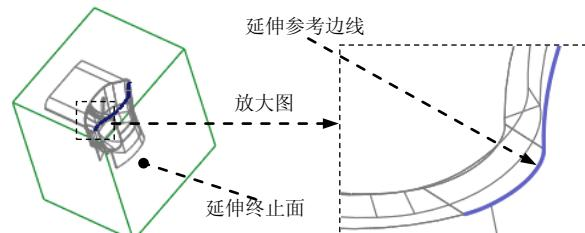
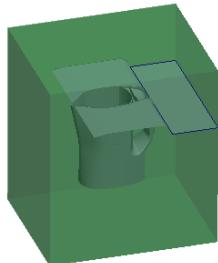

图 17.14 延伸参考边线
图 17.15 延伸曲面 3
- (1) 选取图 17.14 所示的复制曲面的边线。
- (2) 单击 **分型面** 功能选项卡 **编辑** ▾ 区域的 **延伸** 按钮，此时出现 **曲面延伸：曲面延伸** 操控板。
- (3) 选取延伸的终止面。在操控板中按下 按钮，选取图 17.14 所示的坯料表面为延伸的终止面。
- (4) 单击 按钮，完成延伸曲面的创建。
Step11. 创建图 17.15 所示的延伸曲面 3。